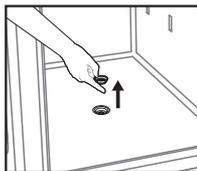

Figura 1
3. Levante la tapa del orificio de instalación para sacarla de la caja fuerte y colóquela a un lado (Figura 1).